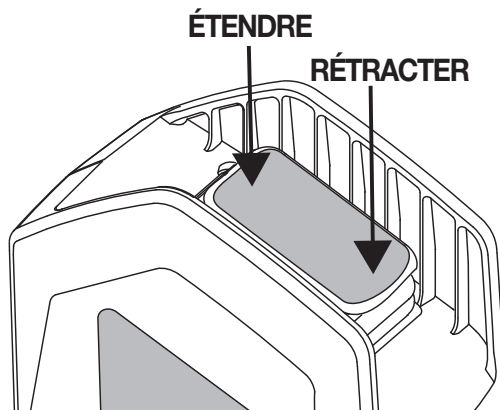

Figure 8
7. Appuyer deux fois sur **Extend** (Étendre) sur le commutateur de télécommande pour activer le fonctionnement à distance (Fig. 8). Tester la connexion en double-cliquant et en maintenant le commutateur de télécommande enfoncé. À la fin d'un cycle de coupe, la lame s'ouvrira automatiquement.